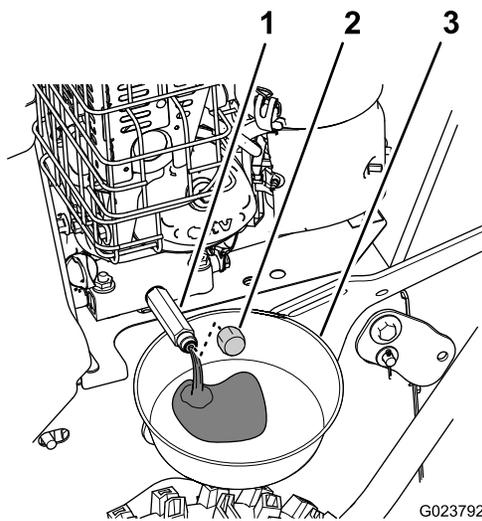

Bild 26
1. Stellen Sie eine Auffangwanne unter das Ablassanschlussstück und nehmen den Ölabblassdeckel ab (Bild 26).